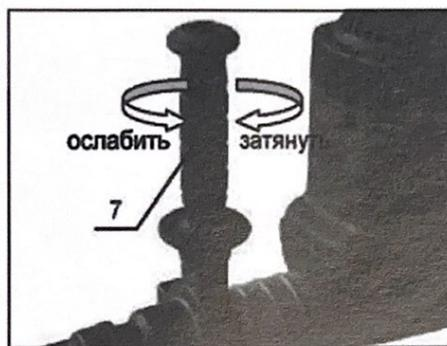

Рис. 7
**Для обеспечения безопасного сверления всегда устанавливайте боковую ручку (поз.7, рис.7).**